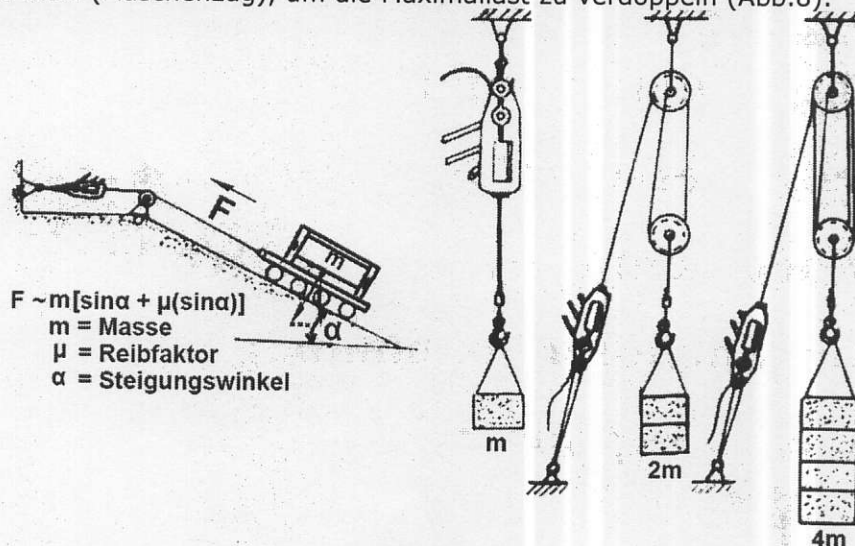

Abb.8
- Zum Heben von größeren Lasten, verwenden Sie Rollenböcke oder andere Lastrollen (Flaschenzug), um die Maximallast zu verdoppeln (Abb.8).